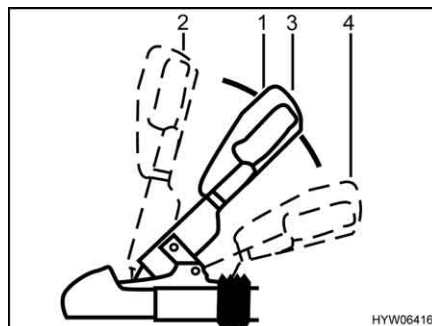

Bild 4 Sicherheitskupplung
- Kupplungsgriff (Bild 4,1) nach oben in Stellung "offen" (Bild 4,2) ziehen. Sicherheitskupplung ist geöffnet.
- Die geöffnete Sicherheitskupplung auf die Anhängerkugel des Zugfahrzeugs aufsetzen und den Kupplungsgriff loslassen. Der Griff gleitet selbsttätig in seine Ausgangsstellung (Bild 4,3) zurück.
- Die Stabilisierungseinrichtung aktivieren. Dazu den Kupplungsgriff aus geschlossener Stellung (Bild 4,3) bis zum Anschlag nach unten drücken (Bild 4,4).
Zum Ausschalten der Stabilisierungseinrichtung, z. B. zum Rangieren, den Kupplungsgriff (Bild 4,1) langsam bis zur geschlossenen Stellung (Bild 4,3) nach oben ziehen.